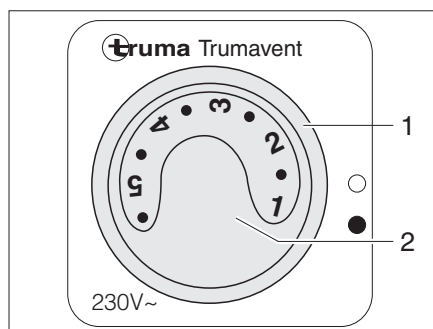

Fig. 104 Conmutador de mando para ventilador de circulación de aire (230 V)
- Poner el interruptor giratorio (Fig. 104,1) en "●".
- Ajustar la potencia deseada del ventilador de circulación de aire con el botón giratorio (Fig. 104,2).
- Poner el interruptor giratorio (Fig. 104,1) en "○".